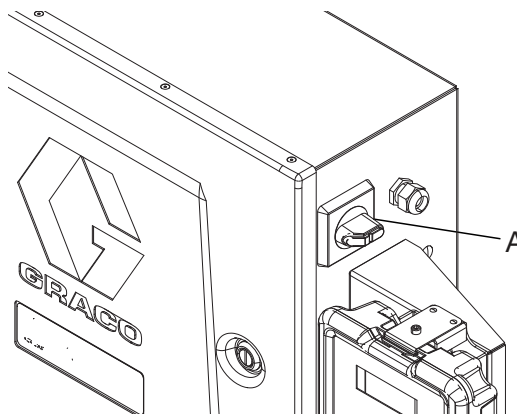

FIG. 14. Interruttore di alimentazione
1. prima di utilizzare il ProMix V è necessaria una configurazione aggiuntiva tramite l'HMI. Ruotare l'interruttore di alimentazione per accendere il ProMix V. Vedere la FIG. 14.